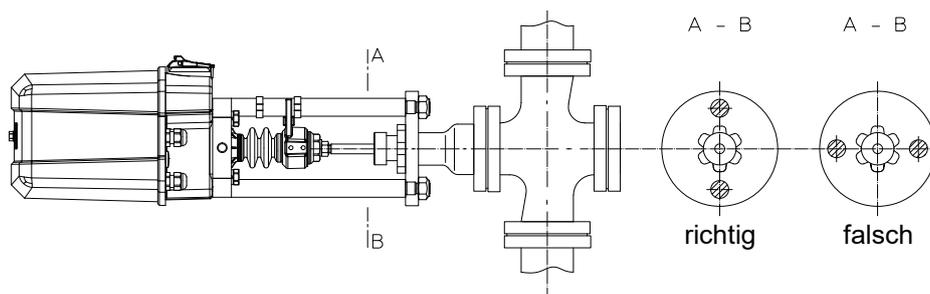

Bild 7
- Bei einer Einbaulage mit waagrecht liegender Schubstange wird der Schubantrieb so montiert, dass die beiden Jochbeine oder Säulen in senkrechter Ebene übereinander liegen (siehe Bild 7).